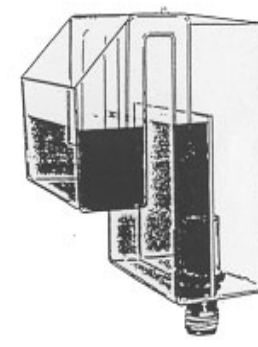

рис.3
6. Заполните камеру аквариумной водой (рис. 3) Для начала работы бачка в переливочной камере не должно быть воздуха. Для этого к верхнему ниппелю подключается шланг. Теперь можно отсосать воздух либо самостоятельно, либо подключив шланг к помпе.